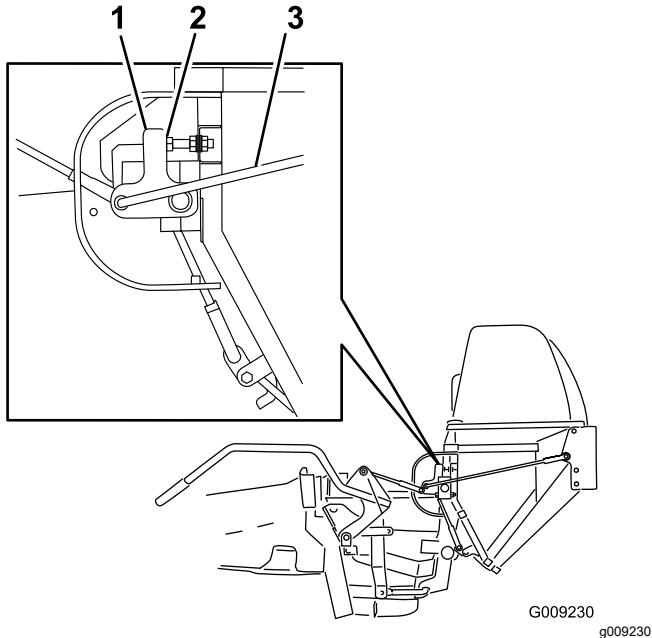

Figure 47
3. Fermez la trappe, desserrez les écrous et ajustez les boulons d'arrêt de sorte que le bras de contact soit droit et vertical (Figure 47).
4. Réglez la longueur des biellettes d'articulation pour assurer la fermeture complète de la trappe et à exercer une force raisonnable sur la poignée (Figure 47).